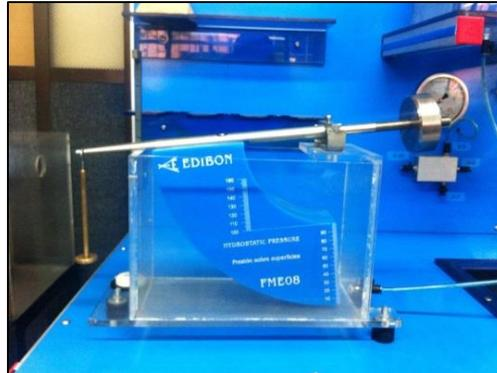

Figura 7. Posición del platillo de masas (Fuente: Propia)
4.1.3. Colocar el platillo (D) de masas al final del eje. (Figura 7).